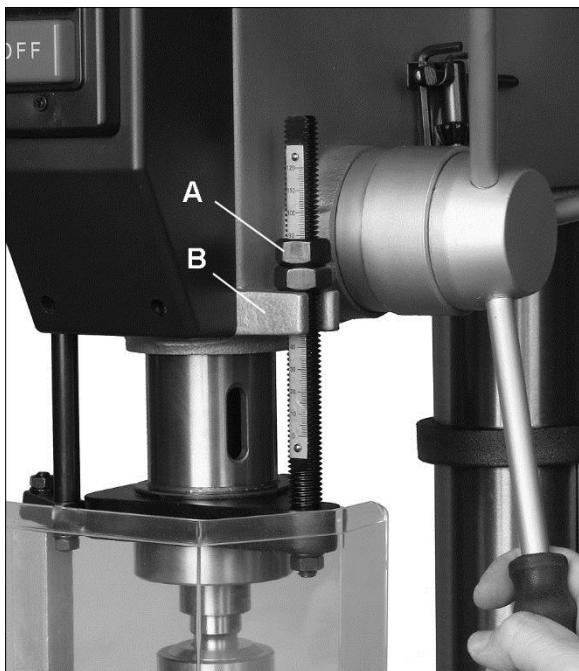

Figure 8-1: Réglage de la butée de profondeur
3. Avec l'autre main, descendre les écrous de blocage (A, Figure 8-1) sur la tige de la butée de profondeur jusqu'à ce qu'ils s'ajustent correctement (B).